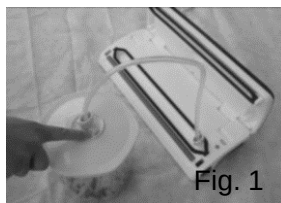

Fig. 1
3. Anbring den åbne ende af posen i vakuumkanalen. Sørg for, at posen ikke dækker luftindtaget. – Fig. 1.
3. Åbn apparatet. Slut den ene ende af slangen til vakuumkammerets luftindtag, og slut den anden ende af slangen til hullet midt i vakuumbeholderens låg. Drej knappen på vakuumbeholderens låg til positionen "SEAL" – Fig. 1 og 2.